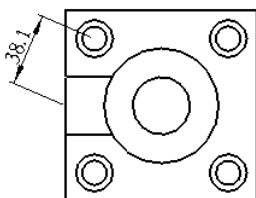

图 5.2.22 标注倾斜尺寸
➤ 标注图 5.2.22 所示的倾斜尺寸，可以按照如下的方法操作。
Step4. 在 ▼ DIM ORIENT (尺寸方向) 菜单中选择 Slanted (倾斜) 命令，此时在视图中显示尺寸，如图 5.2.22 所示。